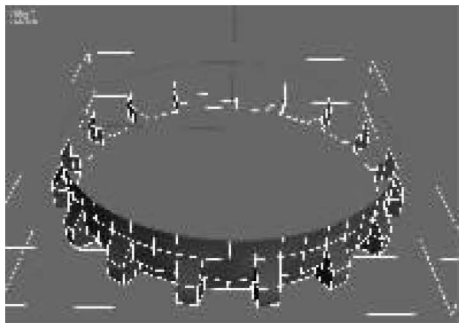
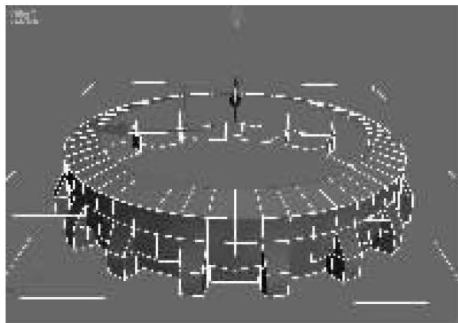

图 7-84 选中边界
图 7-85 向内缩放复制
(14) 激活“边界”子对象,选中如图 7-84 所示的边界,按住【Shift】键不放,使用缩放工具向内缩放复制一次,并在透视图中使用移动工具将选中的边沿着 Y 轴向上移动适当距离,效果如图 7-85 所示。